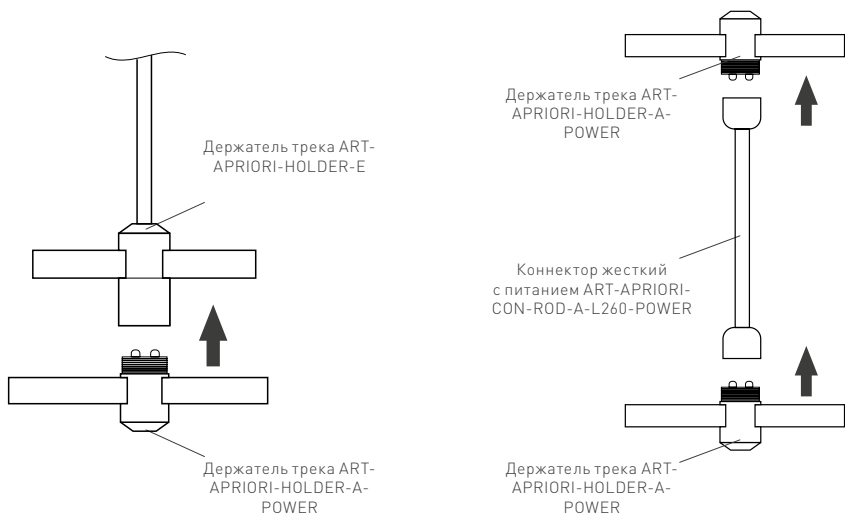

Рис. 9. Электрическое соединение шинопроводов в параллельных плоскостях
5.3. Варианты электрического соединения шинопроводов в параллельных плоскостях показаны на рис. 9.